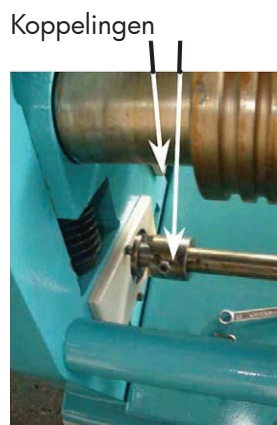

Fig. 20 Cintrage conique : outil (à gauche) et accouplement (à droite)
3. Déverrouillez le rouleau supérieur en tirant la poignée aussi loin que possible, pour que le rouleau puisse bouger dans le palier. (Fig. 20).